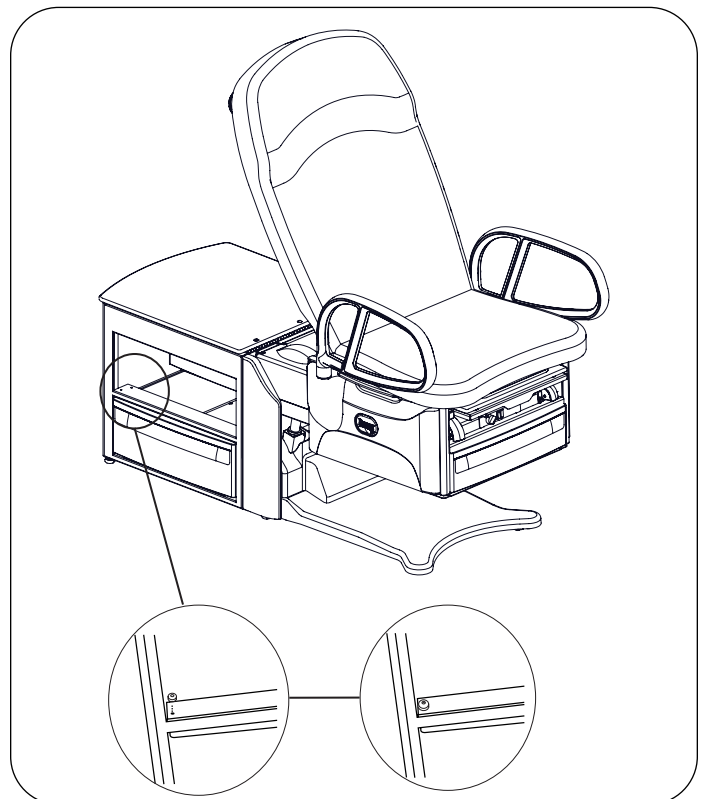

Figura 37. Topes de cajón
2. En el lado opuesto del gabinete, atornille el tope de cajón (Figura 37). Tenga en cuenta que solo se necesita un tope por cajón.